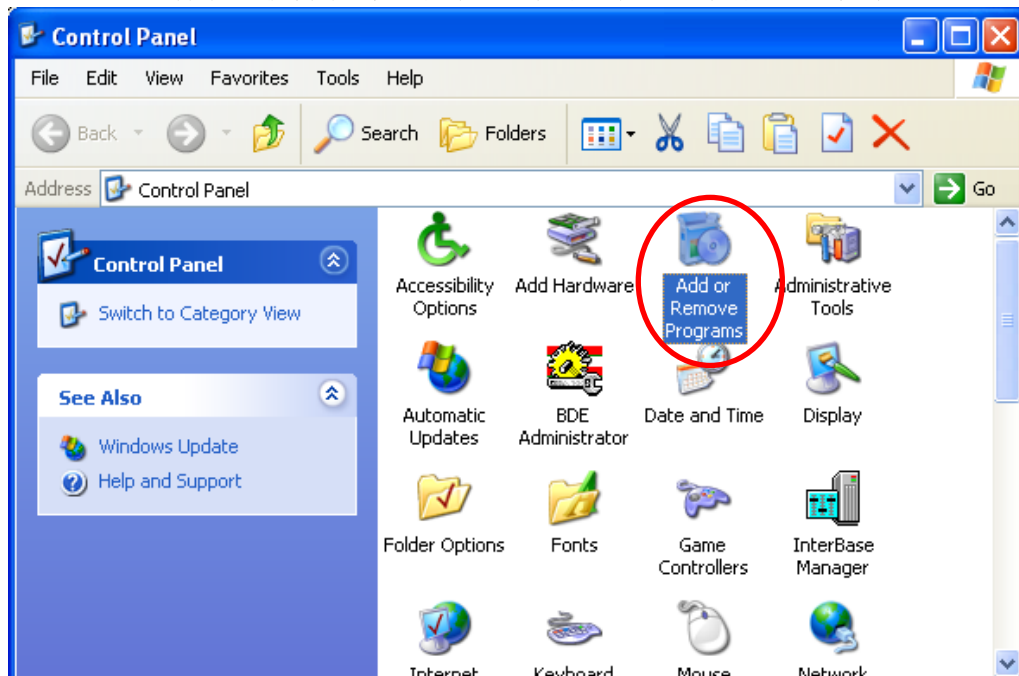

图 3-8： 「新增或移除程序」
Step 2: 点击「新增或移除程序」图标打开对话框，如图 3-8 所示：